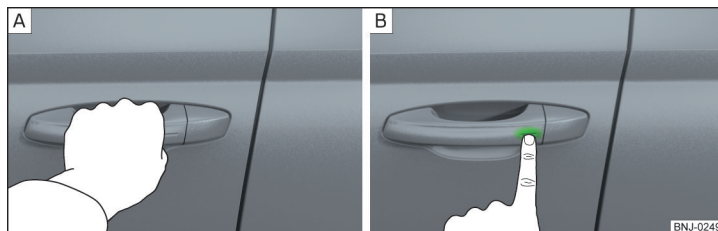

Fig. 31 Descurierea / încuierea autovehiculului
- Trageți de mânerul portierei, pentru a **descuria** autovehiculul » fig. 31 - A.
- Pentru a **încuia** autovehiculul, atingeți cu degetul senzorul din mânerul portierei » fig. 31 - B.